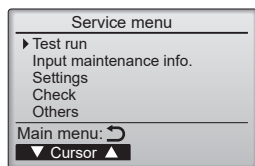

Fig. 7-3
- (3) Sélectionnez "Test run" (Test fonctions) à l'aide du bouton [F1] ou [F2], puis appuyez sur le bouton [F1]. (Fig. 7-3)